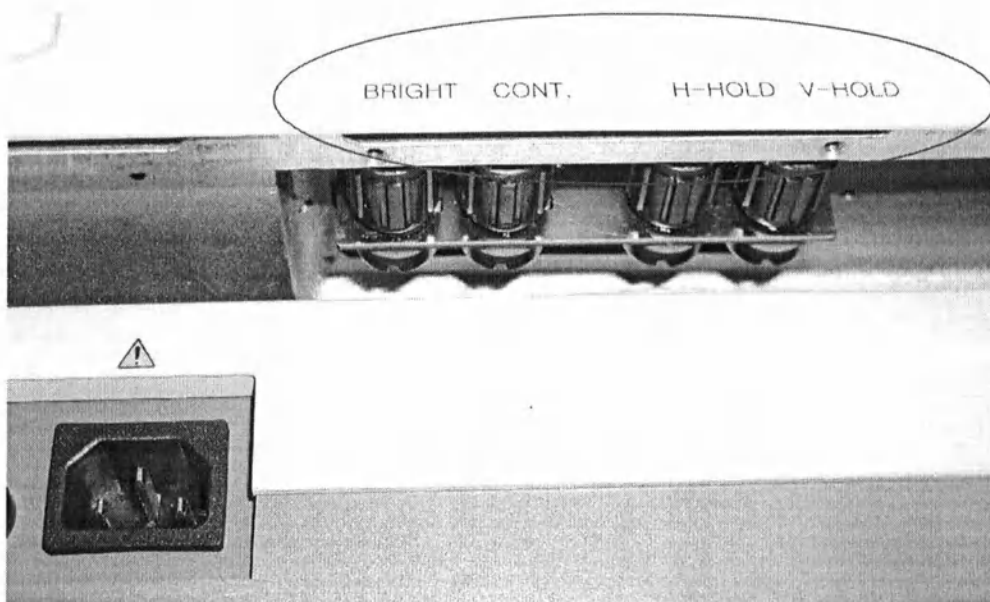

Рис.3
1. Регуляторами BRIGHT и CONT. (рис.3) можно отрегулировать яркость и контрастность прибора.
2. При возникновении на экране прибора полос, искажений и ряби, для устранения проблем воспользуйтесь регуляторами горизонтальной и вертикальной развертки H-HOLD и V-HOLD (рис.3).